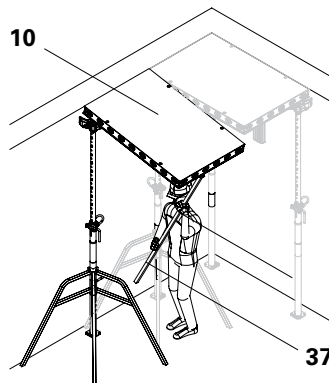

Fig. D2.06
- Assicurare le casseforme ogni tre pannelli con il supporto parete DUO 82 (26).
1. Procedere allo stesso modo con gli altri pannelli DP (10). (Fig. D2.06)